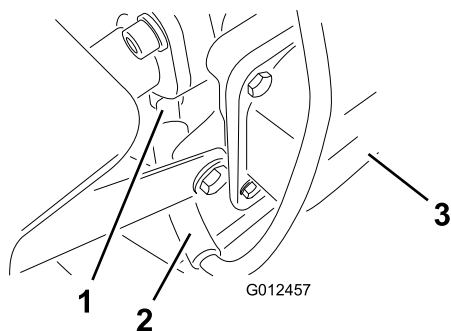

Bild 26
- Klemmen Sie das Zündkabel von der Zündkerze ab (Bild 26).
- Entfernen Sie die Zündkerze und die Metallscheibe (Bild 26).
- Schließen Sie den Zündkerzenstecker an die Zündkerze an (Bild 26).